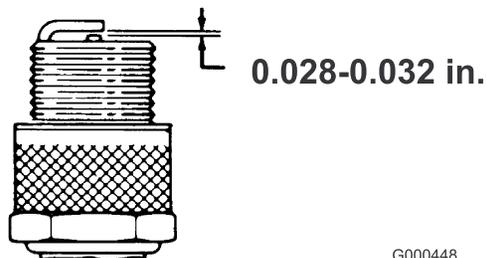

Figura 30
- Ajuste el hueco entre electrodos a 0,7–0,8 mm (Figura 30). Tras ajustar correctamente los electrodos, coloque la bujía y apriétela a 17 pies-libra (23 Nm).